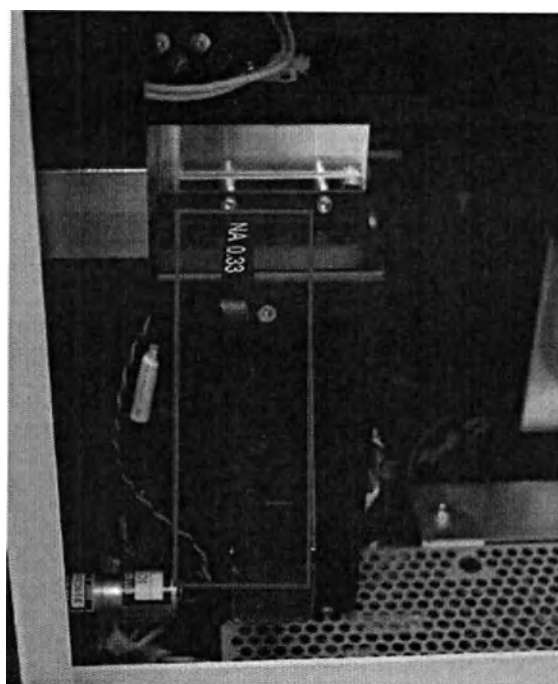

Рисунок 3.12 – Пример хранения демонтированного конденсора NA в устройстве.
5) Демонтированный конденсор NA может храниться в устройстве (см. рисунок 3.12).